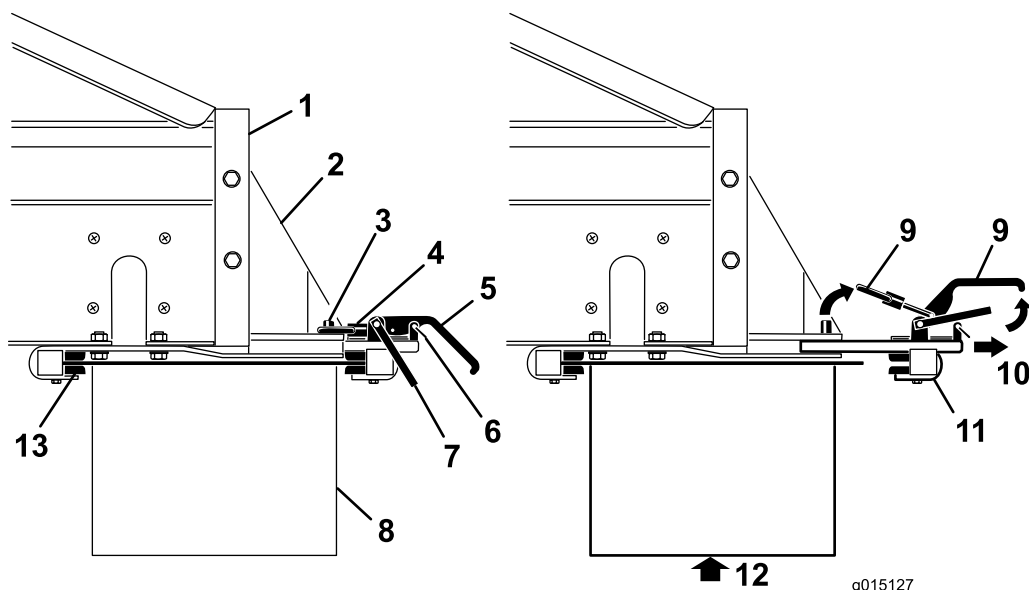

Figura 37
3. Retire os cliques do fecho de segurança das pegas da barra de ligação (Figura 37).
4. Levante o trinco de segurança, depois levante as pegas da barra de ligação do acessório e liberte os anéis de bloqueio dos pinos de bloqueio (Figura 37).
5. Deslize a traseira do conjunto de ligação do acessório para fora das ranhuras de ligação rápida (Figura 37).
6. Com ajuda, insira a borda frontal da correia transversal/articulação por cima e por baixo da traseira da MH-400 para a frente dos grampos nos suportes (Figura 37).
7. Apoiando a correia transversal/articulação, deslize a traseira do conjunto de ligação do acessório para as ranhuras nos suportes, e por cima da parte de trás (Figura 37).
9. Volte a instalar os cliques do fecho de segurança nas pegadas da barra de ligação (Figura 37).